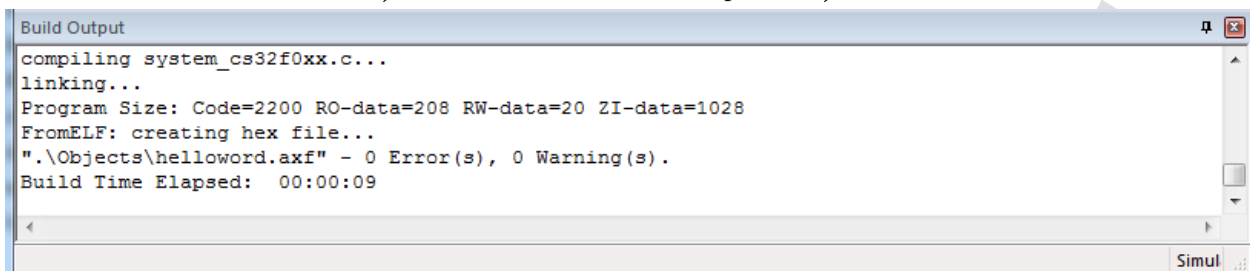

图 5.9 项目编译
4. 如果项目编译成功，屏幕上将会显示 Build Output 窗口，如图 5.9。